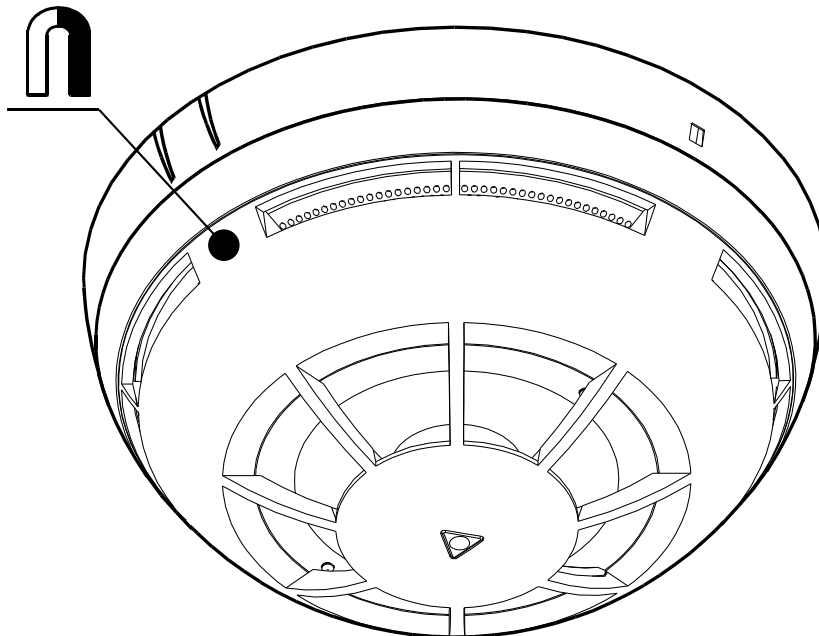

Рисунок 12 – Проверка срабатывания извещателя с помощью магнита
2.2.2 Поднести постоянный магнит к краю корпуса извещателя в область, обозначенную метками на базе (рисунок 12). Извещатель должен сработать (индикация – непрерывное свечение СДИ) в течение времени не более 8 с. ППКП должен перейти в режим "Пожар" ("Внимание"). При отсутствии свечения индикатора в первую очередь необходимо проверить правильность подключения проводов.